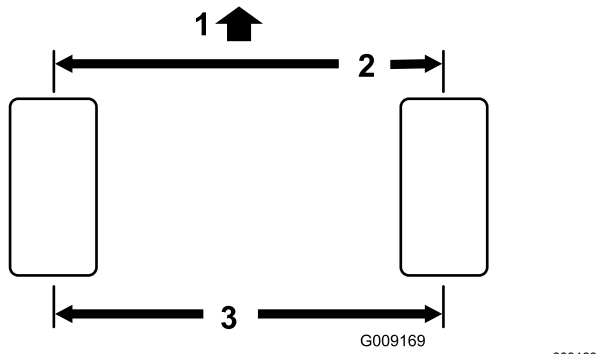

図 49
5. 前輪の前と後ろで、左右のタイヤの中央線間距離を測る計測はアクスルの高さで行う(図 49)。